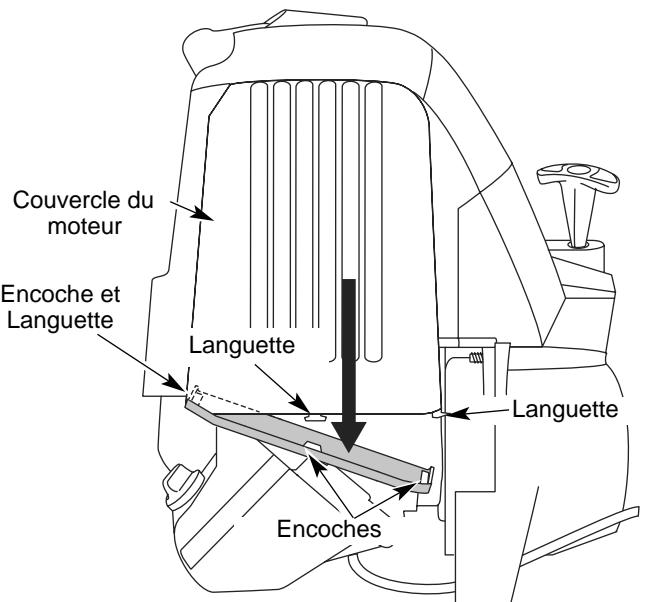

Fig. 34
13. Replacez le couvercle du silencieux. Glissez avec un clic les encoches sur les cotés du couvercle par-dessus les languettes du couvercle du moteur (Fig. 34).